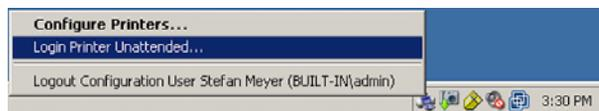

Figure 36 Activation de la connexion au service d'impression
- 1 Cliquez avec le bouton droit de la souris sur l'icône des services d'impression ECM dans la barre d'outils et sélectionnez **Login Printer Unattended** (voir Figure 36, page 147).